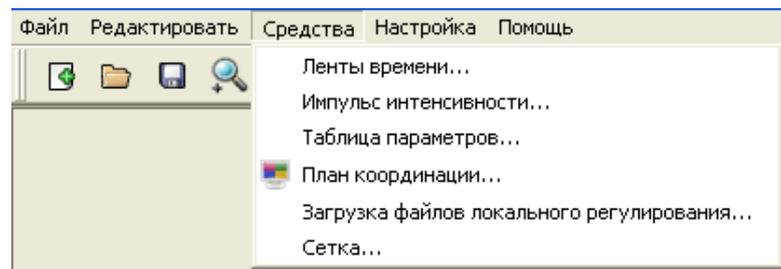

Рисунок 99
3.4.2.2.4. Пункт меню "Средства" (см. рис. 65) содержит команды (рис. 99).
При вызове команды "Импульс интенсивности" (см. рис. 99) появляется окно (рис. 106), которое позволяет включить/выключить различные инструменты анализа плана координации, отображающие режим движения с заданной дискретностью в условиях данного плана координации.
При выборе команды "Таблица параметров..." (см. рис. 99) появляется окно (рис. 117), содержащее универсальную таблицу отображения основных параметров плана координации.